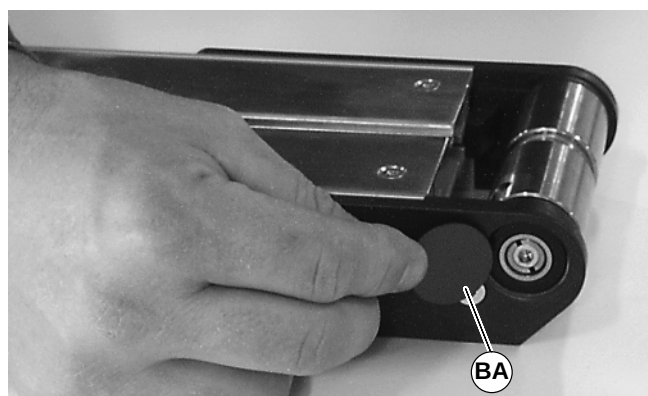

Abbildung 47
4. Lagerabdeckungen (BA siehe Abbildung 47) installieren.